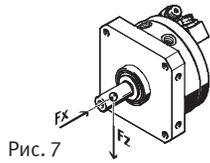

Рис. 7
6. Убедитесь в том, что при закреплении перемещаемой нагрузки соблюдаются следующие условия (Рис. 7):